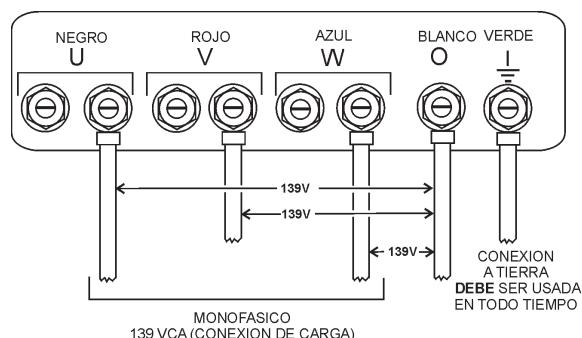

Figura 24. Contactos de las terminales UVWO
- Conecte los cables de carga a las terminales UVWO como se muestra en la Figura 24.